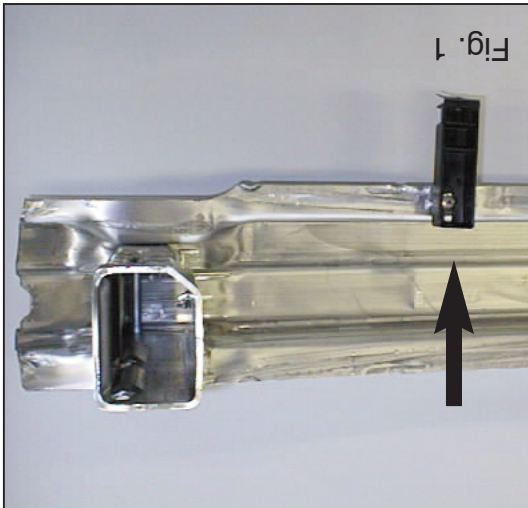

Fig. 1
2. Verwijder van de binnenbumper de tijdsensor. Verwijder de binnenbumper inclusief steunen. Deze komen te vervallen. Boor links en rechts de popnagels uit de kunststof-bumpersteunen van de binnenbumper. (zie fig. 1.) Plaats deze d.m.v. het aangegeven bevestigingsmateriaal aan de onderzijde van de buis van de trekhaak. Verwijder de kit/waslaag ter plaatse van de bevestigingspunten. **Voor de 2005-> modellen geldt:** Verwijder de kunststof pluggen uit het chassis.
2. Z wewnętrznej części zderzaka należy wyjąć regulator czasowy i demontować wewnętrzną część zderzaka wraz ze wspornikami. Nie będą one już potrzebne. Po prawej i lewej stronie wywiercić nity z wykonanych z tworzywa sztucznego wsporników zderzaka w zderzaku wewnętrznym. (patrz rys. 1). Umieścić go przy pomocy wskazanego materiału mocującego od spodu szyny haka holowniczego. Punkty mocowania należy oczyścić z warstwy kitu / wosku. **Dla modeli 2005-> obowiązuje:** Usunąć zaślepki z tworzywa sztucznego od spodu podwozia.
2. Den Zeitsensor von der Innenstoßstange entfernen. Anschließend die Innenstoßstange einschließlich der Halterungen entfernen. Die Halterungen werden nicht mehr benötigt. Links und rechts die Nieten aus den Kunststoffstoßstangenhalterungen der Stoßstangeninnenverkleidung herausbohren (siehe Abb.1). Diese mit Hilfe des angegebenen Befestigungsmaterial an der Unterseite des Rohrs der Anhängervorrichtung anlegen. Die Kitt/Wachsschicht bei den Befestigungspunkten entfernen. **Für 2005->modellen gilt:** Die Kunststoffstöpfe von der Unterseite des Langsträger entfernen.